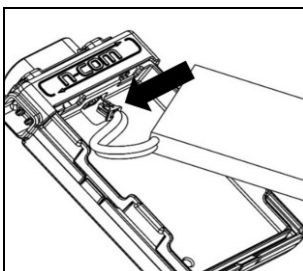

Fig. 2
- Ligar o conector da bateria à contraparte (Fig. 2), prestando atenção à direção correta de inserção. Caso seja necessário, utilizar a ferramenta de cabeça plana (fornecida com o equipamento) para introduzir totalmente o conector da bateria na contraparte.